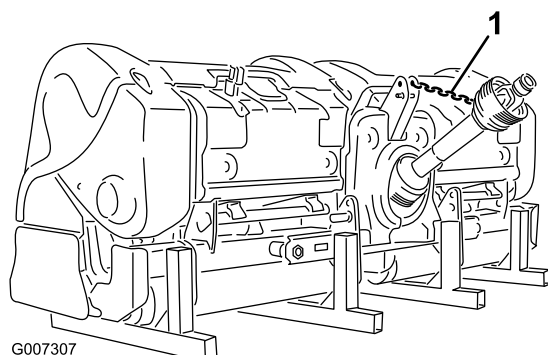

Figura 40
12. Collegate la catena della PDF al carter della PDF per evitare che l'albero della PDF venga a contatto del terreno (Figura 40).